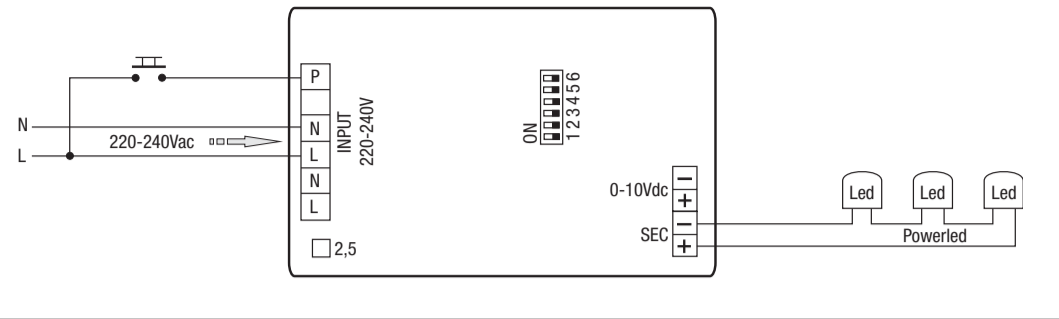
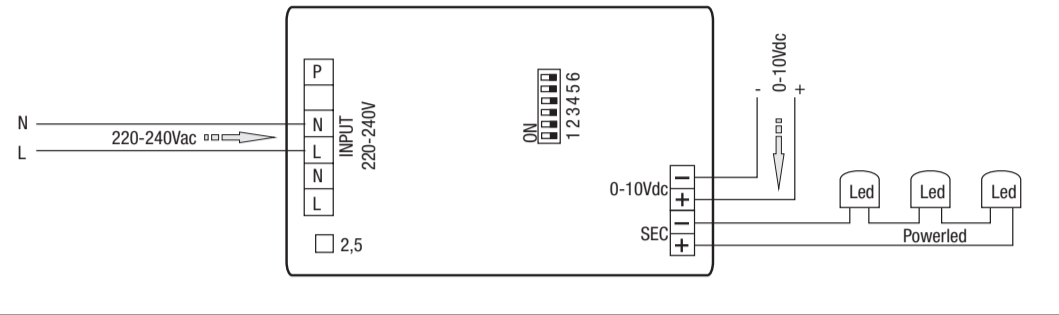
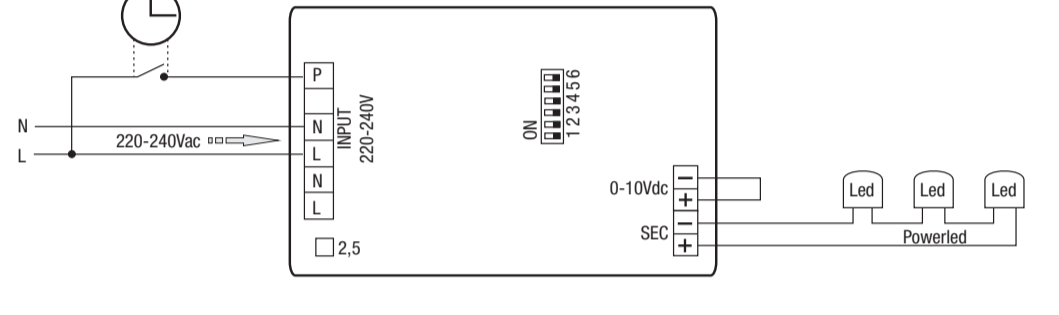

Fig. 2 - Regolazione con segnale 1-10Vdc - 1-10Vdc signal control
Fig. 3 - Bi Level
Fig. 4 - Detector
- 1) Funzione 0-10Vdc (S10) - DIM34... (R) - Fig. 2 - 7 - Tramite segnale di controllo 0-10Vdc
3) Funzione BiLevel - Fig. 3 - 8 - Questa funzione permette di ridurre il livello di luminosità, cortocircuitando l'ingresso 0-10Vdc; all'intervento del comando la luminosità si porterà al 50% e con comando aperto tornerà al 100%. È possibile impostare il livello tramite generatore 0-10Vdc (Es. B).
4) Detector function - Fig. 4 - 9 - by means of the control located on the input of the button (e.g. movement detector), his function allows the user to obtain: closed contact maximum light: after 60 sec. from the opening of the contact, light shall automatically move to 10%; after 10 min without no further commands from the detector, the light shall automatically turn off (Ex. C).
Systèmes de réglage 1) Fonction 0-10Vdc (S10) - DIM34... (R) - Fig. 2 - 7 - Via signal de contrôle 0-10Vdc 2) Fonction PUSH (P) - Fig. 1 - 6 - via touche NA avec une pression brève on obtient l'allumage et l'extinction, avec une pression prolongée on obtient le réglage (Ex. A). 3) Fonction BiLevel - Fig. 3 - 8 - cette fonction permet, via la commande sur l'entrée touche, par ex. horloge, de réduire le niveau de luminosité en créant un court-circuit à l'entrée 0-10Vdc, lors de l'intervention de la commande la luminosité arrivera à 50%, avec une commande ouverte elle retournera à 100%. Il est possible de programmer le niveau via le générateur 0-10Vdc (Es. B) 4) Fonction Detector - Fig. 4 - 9 - cette fonction permet, via commande sur entrée touche, par ex. détecteur de présence, d'obtenir; lumière maximale contact fermé, après 60 secondes à partir de l'ouverture du contact la lumière se mettra automatiquement à 10%, après 10 minutes sans autres commande du détecteur, la lumière s'éteindra automatiquement (Ex. B).
- 1) Funktion 0-10Vdc (S10) - DIM34... (R) - Abb. 2 - 7 - Mittels Kontrollsignal 0-10Vdc 1-10Vdc
3) Funktion BiLevel - Abb. 3 - 8 - mit dieser Funktion kann man durch die Bedienung der Eingangstaste, z.B. Uhr, das Beleuchtungsniveau reduzieren; durch Kurzschließen des Eingangs 1-10Vdc während der Steuerungsbetätigung wird die Beleuchtung auf 50% reduziert, mit geöffneter Steuerung kehrt sie auf 100% zurück. Man kann das Niveau mit dem Generator 0-10Vdc einstellen 0-10V (Beis. B).
4) Funktion Detector - Abb. 4 - 9 - mit dieser Funktion kann man durch die Bedienung der Eingangstaste, z.B. Anwesenheitsdetektor, eine max. Beleuchtung mit geschlossenem Kontakt erhalten; nach 60Sek. nach dem Öffnen des Kontakts geht das Licht automatisch wieder auf 10% über, nach 10 Min. ohne weitere Befehle von Seiten des Detektors schaltet sich das Licht automatisch ab (Beis. C)
Sistemas de regulación 1) Función 0-10Vdc (S10) - DIM34... (R) - Fig. 2 - 7 - mediante señal de control 0-10Vdc 2) Función PUSH (P) - Fig. 1 - 6 - mediante pulsador NA con una leve presión se consigue el encendido y apagado, con una presión más prolongada se regula (Ej. A). 3) Mediante un mando en la entrada del pulsador (p. ej. reloj), esta función permite reducir el nivel de luminosidad, colocando en cortocircuito la entrada 0-10 Vdc; al intervenir el mando la luminosidad se colocará al 50%, con mando abierto regresará al 100%. Se puede fijar el nivel con el generador 0-10 V (Ej. B). 4) Función Detector - Fig. 4 - 9 - mediante un mando en la entrada del pulsador (p. ej., detector de presencia), esta función permite obtener: luz máxima contacto cerrado, luego de 60 segundos a partir de la apertura del contacto la luz se colocará automáticamente en el 10%; una vez transcurridos 10 min. sin haber otras órdenes desde el detector, la luz se apagará de forma automática (Ej. C).
- 1) Função 0-10Vdc (S10) - DIM34... (R) - Fig. 2 - 7 - através do sinal de controlo 0-10Vdc 2) Função PUSH (P) - Fig. 1 - 6 - através do botão NA, com uma pressão breve é possível acender ou apagar, com uma pressão prolongada é possível obter a regulação (Es. A). 3) Função BiLevel - Fig. 3 - 8 - esta função permite, através do comando de entrada do botão, por exemplo, relógio, reduzir o nível de luminosidade, fazendo uma ligação em ponte da entrada 0-10Vdc; através da operação de comando a luminosidade coloca-se a 50%, com comando aberto regressa a 100%. É possível definir o nível através do gerador 0-10Vdc (Es. B).
4) Função Detector - Fig. 4 - 9 - esta função permite, através do comando de entrada do botão, por exemplo, detetor de presença, obter luz máxima com contacto fechado; 60 seg após a abertura do contacto a luz coloca-se automaticamente a 10%, após 10 min. sem outros comandos provenientes do detetor, a luz desligase automaticamente (Es. C).
- 1) Funktion 0-10Vdc (S10) - DIM34... (R) - Fig. 2 - 7 - ved hjælp af styresignal 0-10 Vdc 2) Funktion PUSH (P) - Fig. 1 - 6 - ved hjælp af knappen NA tændes og slukkes med et kort tryk, med et forlænget tryk opnås en justering (Es. A). 3) Funktion BiLevel - Fig. 3 - 8 - denne funktion gør det muligt at reducere lysniveauet, ved at betjene indgangsknappen i f.eks. uret, idet indgangen 0-10Vdc kortsluttes, ved kommandoen vil lysstyrken komme på 50%, med åben kommando vil lysstyrken vende tilbage til 100%. Det er muligt at oprette niveauer ved hjælp af generatoren 0-10Vdc (Es. B). 4) Funktion Detector - Fig. 4 - 9 - denne funktion gør det muligt at opnå, ved at betjene indgangsknappen i f.eks. tilstedeværelse sensoren; maksimalt lys med lukket kontakt, efter 60 sek. efter åbning af kontakten vil lyset automatisk komme på 10%, efter 10 minutter uden yderligere kommandoer fra detektoren, slukkes lyset automatisk (Es. C).